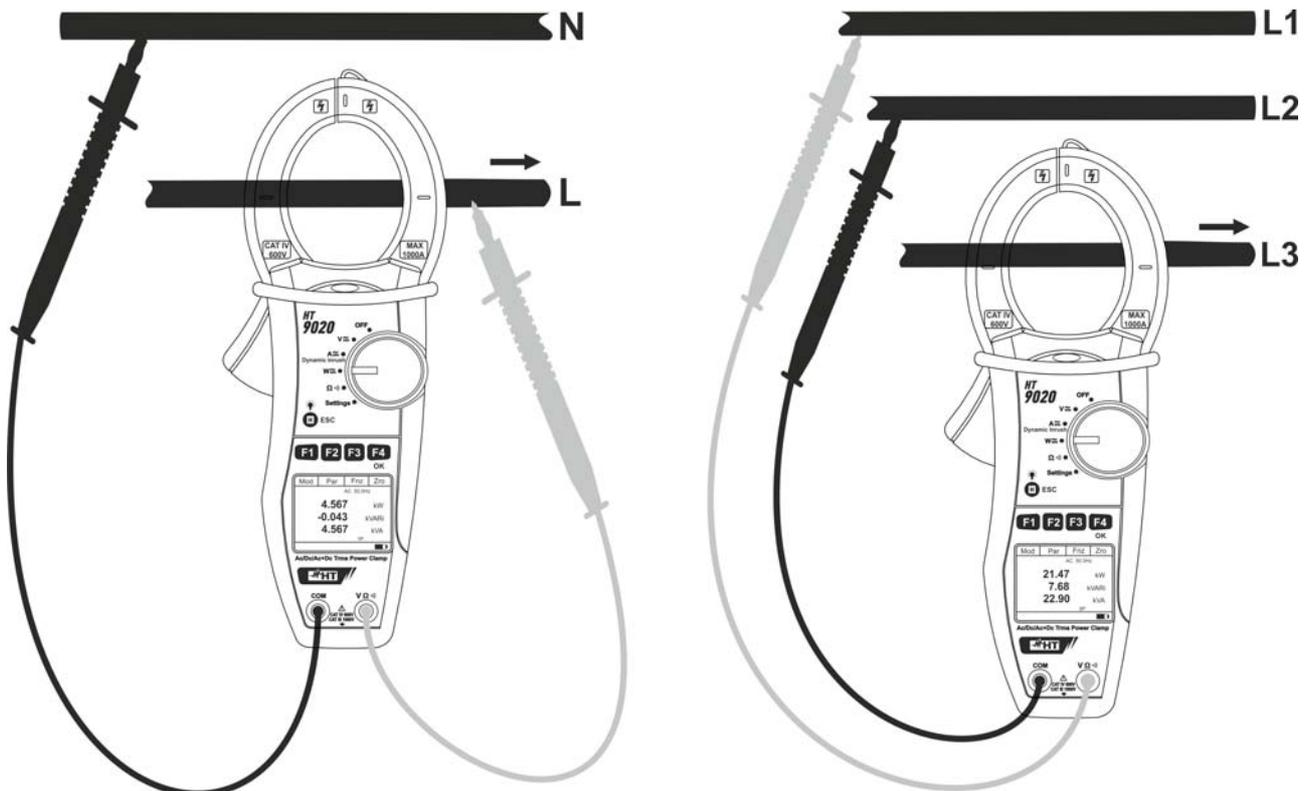

Fig. 12: Misura di potenze AC/AC+DC in sistemi Monofase e Trifase equilibrato
5. Inserire il cavo rosso nel terminale di ingresso **VΩ1**) e il cavo nero nel terminale di ingresso **COM** ed eseguire i collegamenti dello strumento come indicato in Fig. 12 in funzione del tipo di misura. Inserire il cavo all'interno del toroide rispettando la direzione della corrente indicata dalla freccia al centro dello stesso al fine di ottenere misure accurate. Utilizzare le tacche presenti come riferimento (vedere Fig. 2)